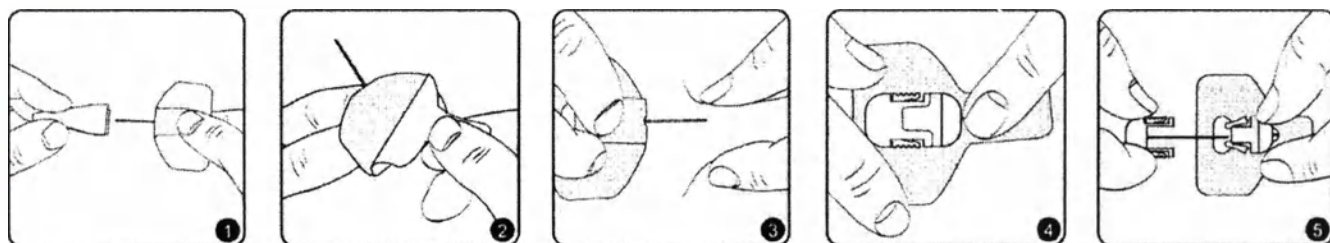

Рис.91.
5. Далее последовательность этапов установки инфузионного набора Soft-Release-ST к телу показана на Рис.91 (пп.1-5).